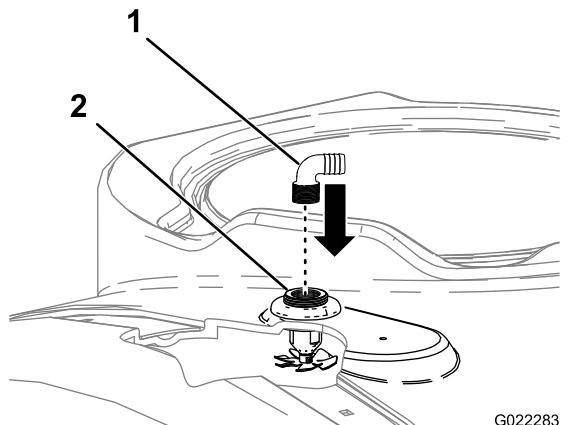

Bild 7
4. Schrauben Sie die zwei Spüldüsen-Schlauchzahnungen in die Gewindeöffnungen der Spüldüsenschotts ein (Bild 7).